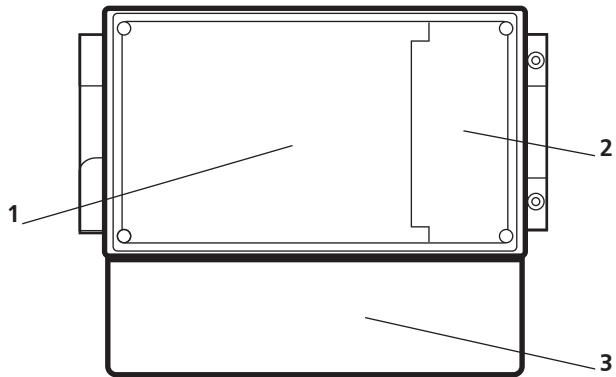

Рисунок 1 – Отсеки УСПД
4.5.1 УСПД конструктивно разделено на три блока (см. Рис.1 и таблицу 4):
Дополнительная плата может устанавливаться в дополнительный блок при изготовлении (см. Рис. 1) или в процессе эксплуатации УСПД. Т.о. предусмотрена возможность функционального наращивания УСПД до требуемого исполнения в процессе эксплуатации. Для доступа к дополнительной плате предусмотрена отдельная съемная панель.